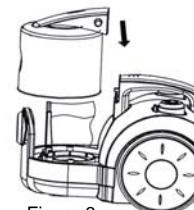

Figure 6
- Replacez le couvercle du sac. (Fig. 6)